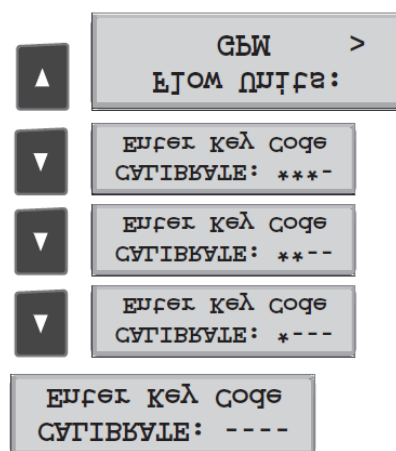

Figura 2.13: Código de ingreso al menú de calibración.
2. Ingresar el código secuencial de teclas como se muestra en la figura 2.13, tres flechas arriba y una abajo.